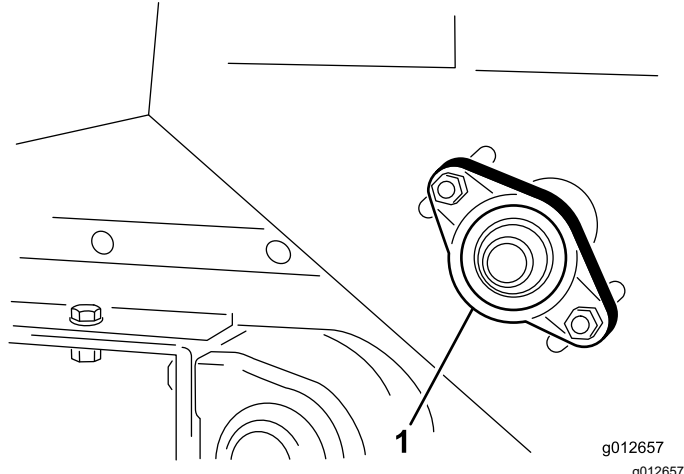

Figure 40
1. Desserrez les écrous qui fixent le logement de roulement (Figure 40) sur le côté droit de la machine.